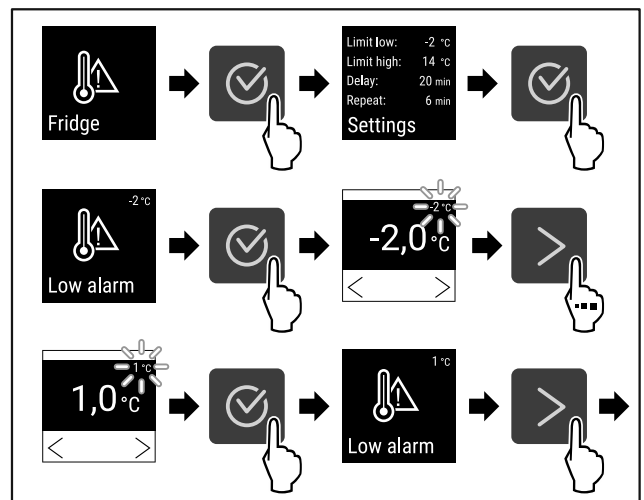

Fig. 126
- ▶ Εκτελέστε τα βήματα ενεργειών (βλέπε Fig. 126).